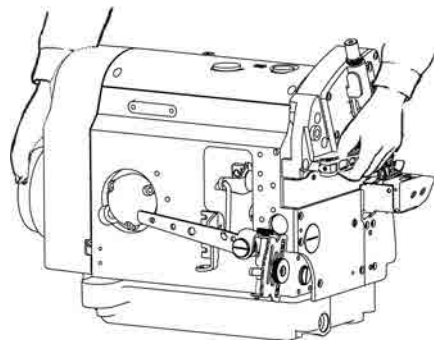

图 3
2. 移动缝纫机机头时，用右手抓住手轮及电机罩，左手垮在机头里，扎实牢固的搬起。（图 3）